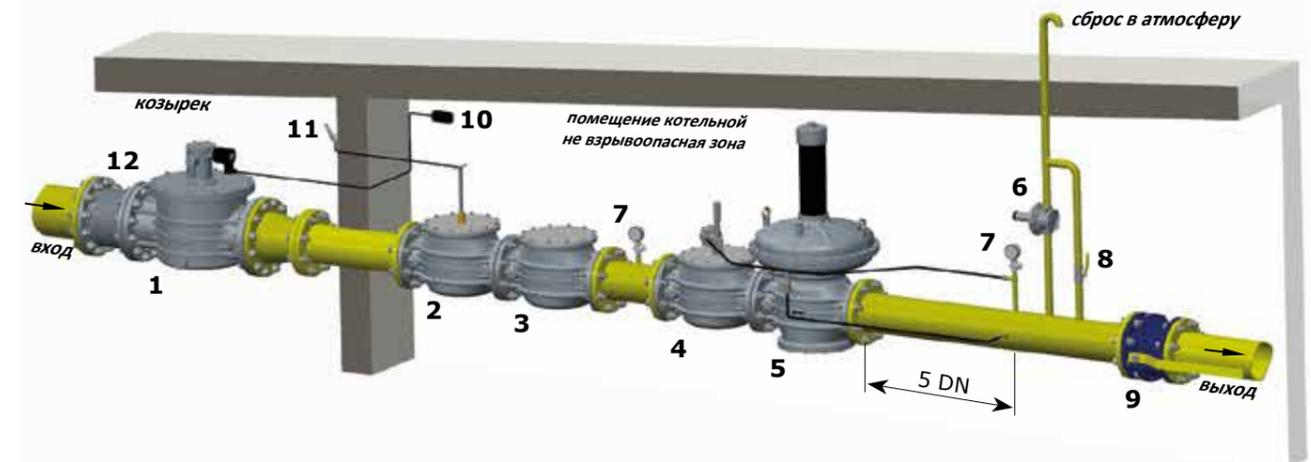

Рис. 4
- Отверстия пылезащитного колпачка (4) не закрыты и свободно продуваются.
- **ПРИМЕЧАНИЕ:** запрещается устанавливать заглушку вместо пылезащитного колпачка (4), поскольку регулятор может не работать или выйти из строя;
- Частично открыть кран продувочной свечи (8) (см. рис. 4);
- Закройте кран продувочной свечи (8);
- Очень медленно откройте кран на выходе из регулятора (9);